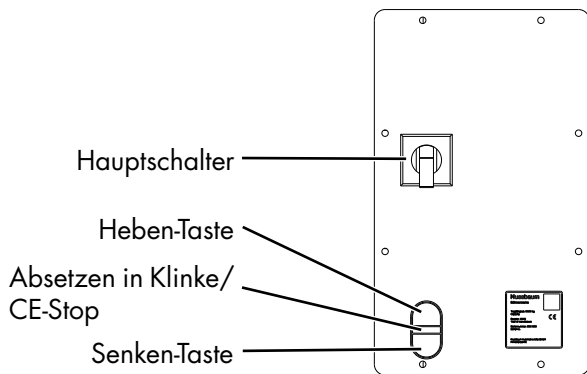

Bild 4: Bedieneinheit
- Das Fahrzeug solange anheben, bis die Räder frei sind. Taster Heben drücken → „Heben“ (siehe Bild 4)
- Das Fahrzeug solange anheben, bis die Räder frei sind. Bedienhebel nach vorne drücken → „Heben“ (siehe Bild 4)
- Die Hebebühne stoppt automatisch etwa 20 cm bevor sie die unterste Position erreicht. Um die Bühne ganz nach unten zu senken ist der Drucktaster „CE-Stop“ (Bild 4) zu drücken, dann kann die Bühne über die Senken-Taste ganz abgesenkt werden. Während des Absenkens ertönt ein Piepton.
- Die Hebebühne stoppt automatisch etwa 20 cm bevor sie die unterste Position erreicht. Um die Bühne ganz nach unten zu senken ist der Drucktaster „CE-Stop“ (Bild 4) zu drücken, dann kann die Bühne über langsames Ziehen des Bedienhebels ganz abgesenkt werden. Während des Absenkens ertönt ein Piepton.